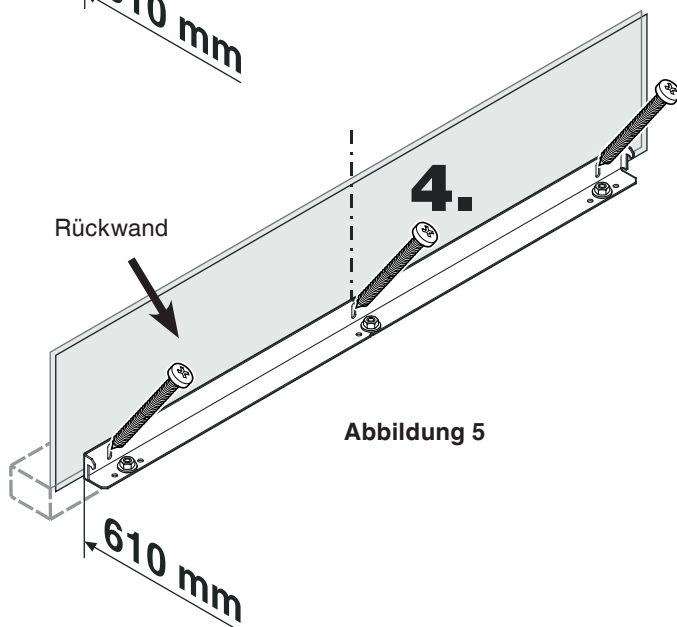

Abbildung 5
4. Kippsicherungswinkel mit 3 Schrauben (6 x 55) an der Rückwand (**Abbildung 5**) befestigen.